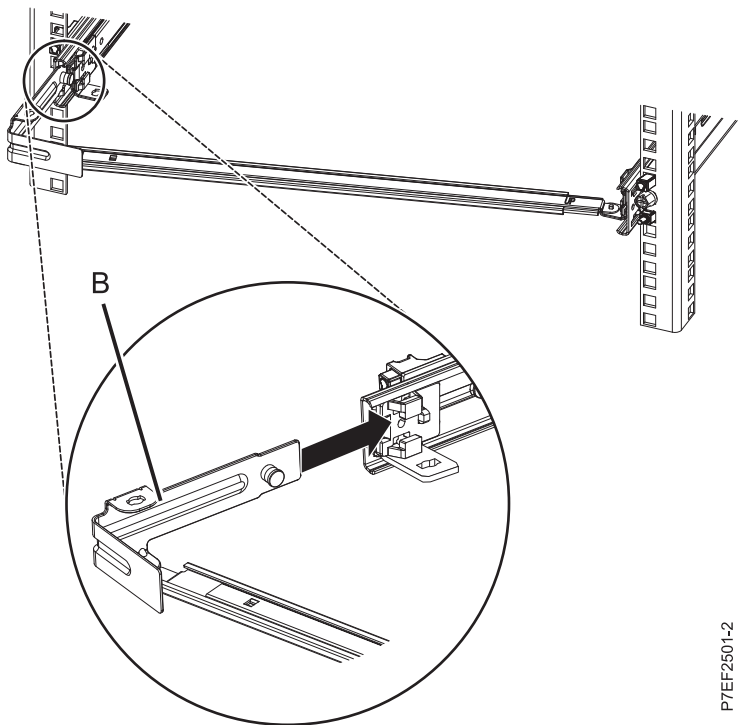

図 12. ピンを延長してブラケットをスライド・レールに取り付ける
4. ケーブル・マネジメント停止ブラケット (B) を右側スライドの内側のスロットに取り付けます。停止ブラケット (B) をスライド・レールに滑り込ませ、バネ式のピンが所定の位置に収まるまでスライドさせます。詳しくは、図 12 を参照してください。